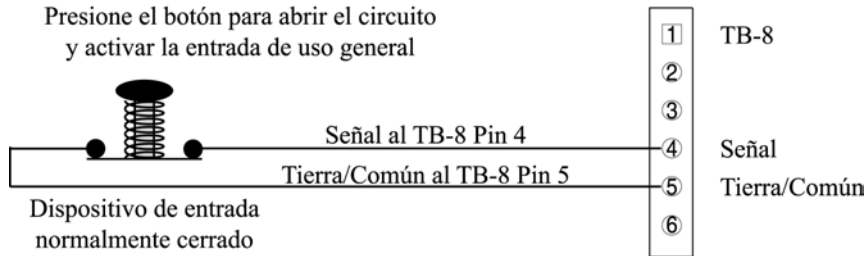

Figura 15: Entradas de Uso General (GP)
Vea Figura 15 y 16 para un dibujo de ejemplo de entrada de Uso General (GP)
En la aplicación en Figura 15, un circuito es abierto para crear un evento de entrada en el controlador.